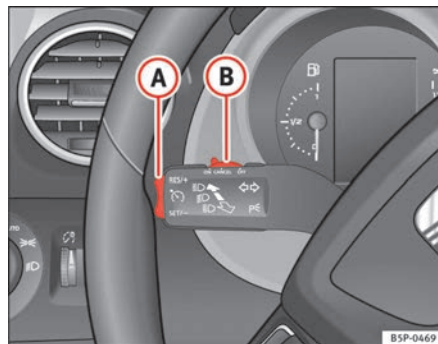

Fig. 130 Palanca de intermitentes y de luz de carretera: mando y tecla basculante para el regulador de velocidad
- Cuando se haya alcanzado la velocidad que se quiere programar, pulse brevemente la parte inferior de la tecla basculante **SET/SET** → fig. 130 **A** una vez.